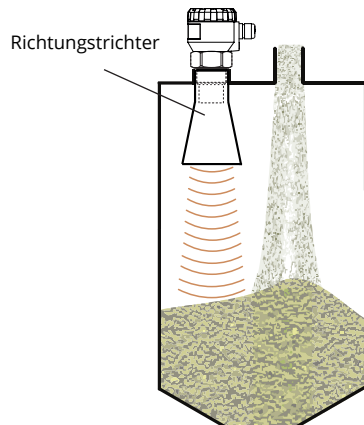

Abb. 8: Füllstandsmessereinrichtung im Silo oder Vorratsbehälter
- Einsetzbarkeit für die Füllstandsmessung von **Schüttgut** ist beschränkt. Das Schüttgut absorbiert die akustischen Wellen, wodurch nach der Körnung der Messbereich bis zu 50 % verkürzt wird. Daher wird ein Füllstandsmesser mit größerer Reichweite als der maximale Messbereich des Mediums empfohlen. Geeignet ist ein Richtungstrichter (siehe Abb. 8), welcher den Messbereich verkürzt, da er die akustische Energie beim gleichen Strahlkegel besser konzentriert und verbessert die Empfindlichkeit beim Empfang des reflektierten Echos. Wir empfehlen die Verwendungseignung des Füllstandsmessers zur Messung von Schüttgut mit dem Hersteller zu besprechen.